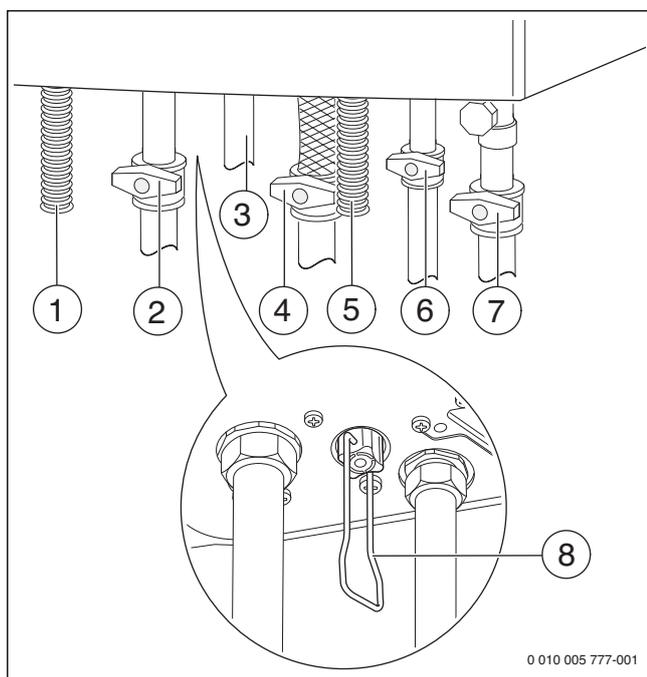

Рис. 26 Подключения газа и воды (дополнительная комплектация)
- ▶ Котлы GB062 ..К...: откройте кран холодной воды (→ рис. 26) и держите кран горячей воды открытым до тех пор, пока из него не потечёт вода.
- ▶ Откройте краны подающей и обратной линии отопления (→ рис. 26).
- ▶ Заполните отопительную систему до давления 1-2 бар (→ рис. 26) и закройте кран для заполнения и слива.